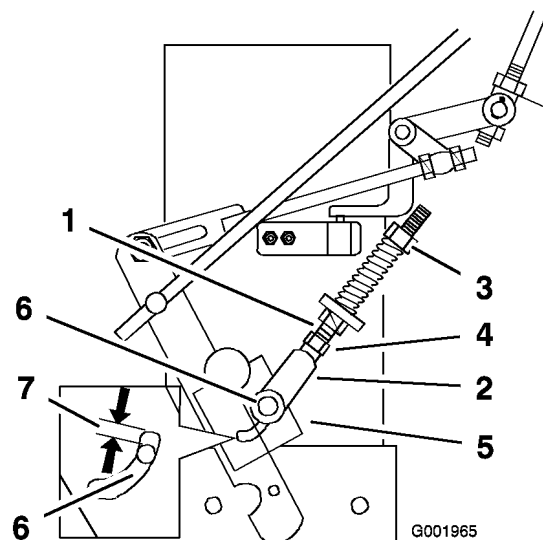

Figura 46
3. Afloje la tuerca de la horquilla (Figura 46).
4. Ajuste la longitud del conjunto de la varilla de punto muerto y la horquilla de manera que el pasador no entre en contacto con la parte de atrás de la ranura del soporte del brazo de control (Figura 46).
5. Apriete la tuerca de la horquilla (Figura 46).